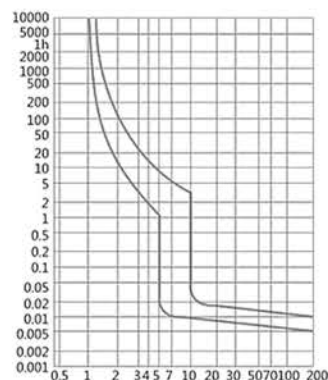

Рис. 4. Время-токовая характеристика С.
7.3 Время-токовую характеристику АВДТ серии ДИФ-103 см. рис. 4.